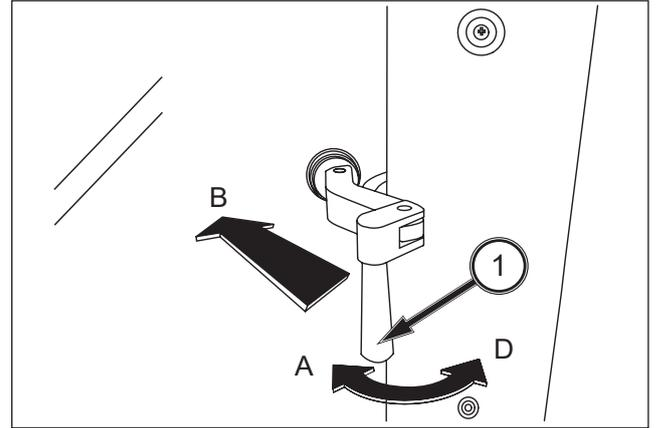

FIG. 125
FIG. 125: Tire del asa (1) para desbloquear la ventanilla (Posición A). Empuje el asa desde el interior para asegurar la ventana en la posición abierta (Posición B).